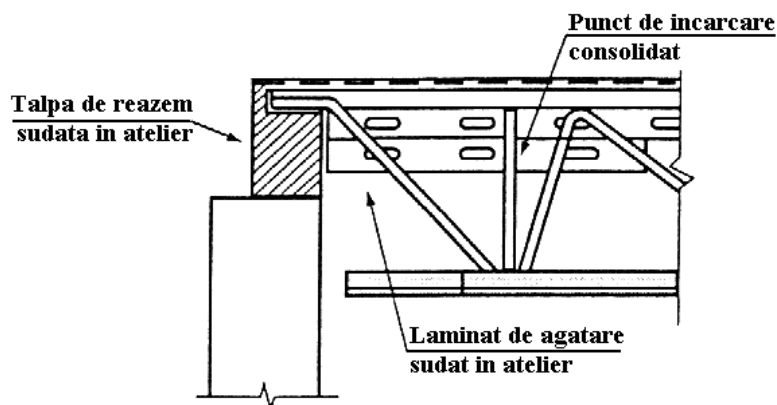

Fig. 4 – Grinzi echipate special
- *grinzile special echipate* vor determina direcția dispozitivului de fixare; înainte de a începe montarea acestora, se va determina direcția laminatelor „S”, ce presupune respectarea anumitor condiții (înălțimea tălpii în reazem, cârlig metalic pentru agățare sudat în atelier, puncte de încărcare consolidate) – fig. 4: